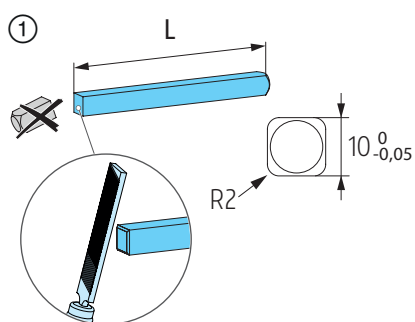

Abb. 35
- ① Vierkant ablängen und anfasen; **Abb. 35**.